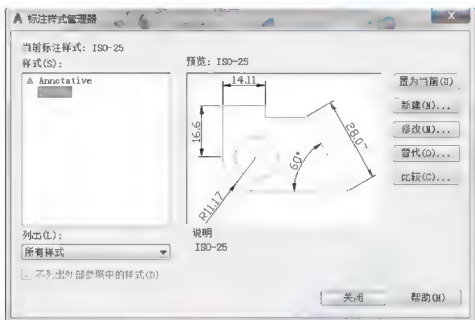

图 3.19 【标注样式管理器】对话框
(1) 执行菜单栏中的【格式】|【标注样式】命令或【标注】|【标注样式】命令, 打开【标注样式管理器】对话框。在 AutoCAD 默认状态下, 有注释性的【Annotative】和【ISO-25】两种标注样式, 选中【ISO-25】, 如图 3.19 所示。